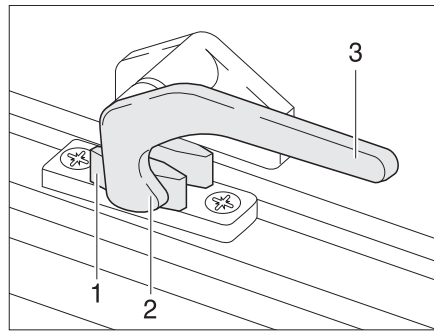

Fig. 71 Palanca de bloqueo en la posición de "cerrado"
- Girar la palanca de bloqueo (Fig. 71,3) un cuarto de vuelta hacia la mitad de la ventana.
- Girar la palanca de bloqueo (Fig. 71,3) un cuarto de vuelta hacia el marco de la ventana. El saliente de bloqueo (Fig. 71,2) se encuentra en la cara interior del bloqueo de la ventana (Fig. 71,1).
- En la posición "cerrada fijamente" (Fig. 71).